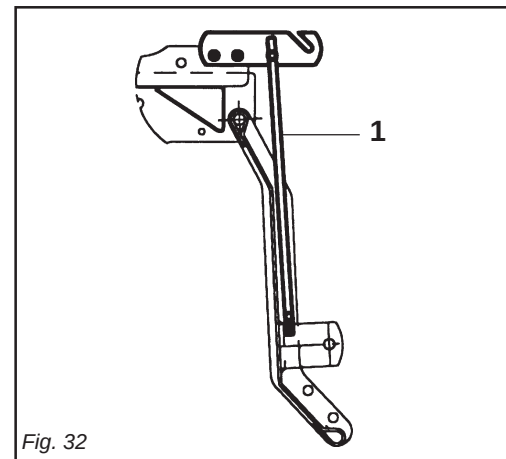

Fig. 32
- 4) **Per mod. UL:** L'asta (1 Fig. 32), va posizionata come in figura per il parcheggio della macchina.
- 4) **For model UL:** *the rod (1 Fig. 32) should be positioned as shown in the figure when parking the machine.*
- 4) **Für Mod. UL:** Die Stange (1 Abb. 32) ist so anzuordnen, wie in der Abbildung für das Abstellen der Maschine gezeigt ist.
- 4) **Pour mod. UL:** *Pour stationner la machine la barre (1 Fig. 32) doit être positionnée comme indiqué dans la figure.*
- 4) **Para mod. UL:** La barra (1 Fig. 32) debe ser posicionada como se ve en la figura para el estacionamiento de la máquina.